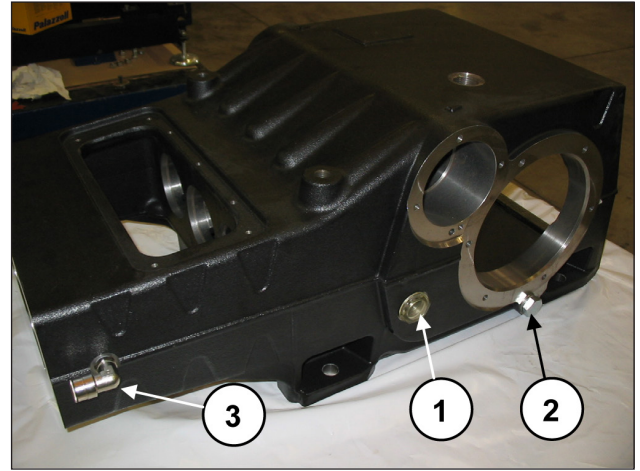

Fig. 48
Remonter les deux témoins de niveau d'huile, les deux bouchons d'évacuation de l'huile et le raccord rapide à 90° (rep. ①, ② et ③ Fig. 48).